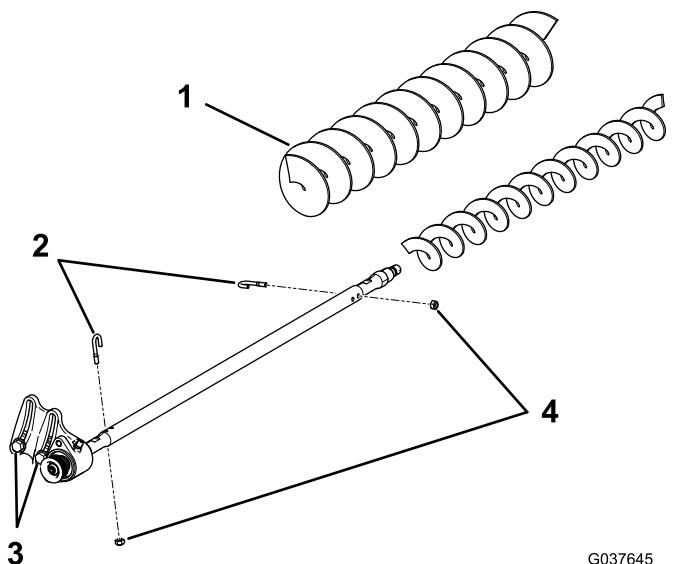

図 22
3. J ボルト2本とナットを外す (図 22)。
4. ブラシシャフトについている既存のブラシを抜き取る図 22。
5. 駆動側ベアリングハウジングをベアリングハウジング取り付けブラケットに固定しているボルト各 2 本とワッシャおよびナットをゆるめる図 22。
6. グルーマシャフトに高刈りブラシブラシを通す図 22。
7. 先ほど外した J ボルトとナット各 2 を使って、ブラシをシャフトに固定する図 22。